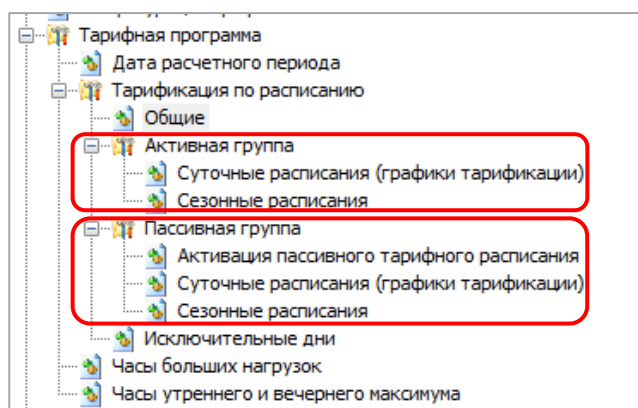

Рисунок 97
- 32 суточных расписаний переключения тарифа, в каждом до 16 точек переключения тарифа (см. рисунок 97). Одна точка переключения тарифа содержит: время начала действия тарифа (чч:мм) и тариф (т)) (рисунок 99); Порядок задания тарифов – произвольный. Если переключение не используется, то в соответствующих полях необходимо установить значения: время – 00:00, тариф – нет;
- 12 сезонных недельных расписания (см. рисунок 97). Каждое содержит: дату начала действия расписания (дд.мм) и номер суточного расписания переключения тарифов для каждого дня недели (пн, вт, ср, чт, пт, сб, вс) от 1 до 32 (рисунок 100). Если сезонное недельное расписание надо отключить, то в графе «Использовать» задается «-», в противном случае «+».
Исключительные дни (48 штук)²⁴ применяются сразу после записи (см. рисунок 97). Каждый исключительный день содержит, месяц год и номер суточного расписания переключения тарифа от 1 до 32 (см. рисунок 101). Если исключительный день не используется, то в графе «Использовать» задается «-», в противном случае «+».